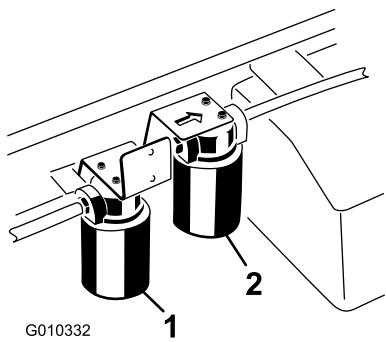

Figura 78
- Limpie la zona de montaje del filtro. Coloque un recipiente debajo del filtro y retire el filtro (Figura 78).
1. Limpie alrededor de la zona de montaje del filtro de alto caudal (Figura 78). Coloque un recipiente debajo del filtro y retire el filtro.